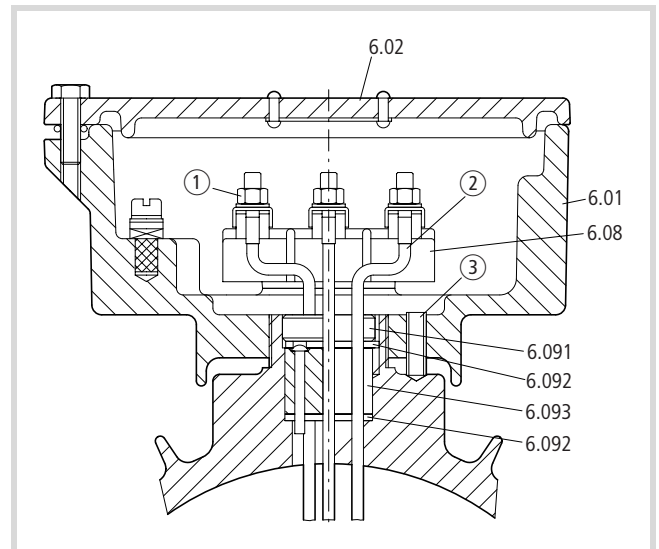
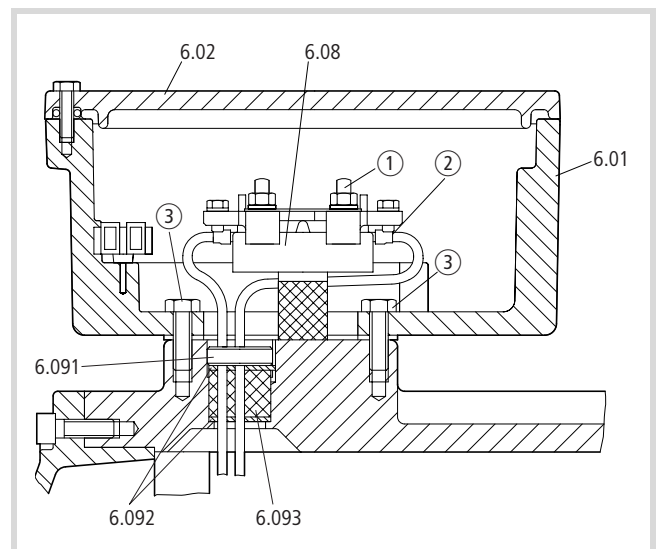

Abbildung 12: Anschlüsse von Klemmenplatte (6.08) lösen
Abbildung 13: Anschlüsse von Klemmenplatte (6.08) lösen
- ▶ Lösen Sie die Anschlüsse ① (→ Abb. 12) von der Klemmenplatte (6.08).
- ▶ Drehen Sie den Gewindestift ③ soweit heraus, bis sich der Klemmenkasten leicht drehen lässt.
- ▶ Lösen Sie die Anschlüsse ① (→ Abb. 13) von der Klemmenplatte (6.08).
- ▶ Lösen Sie die Anschlüsse ① (→ Abb. 12, Seite 11 und Abb. 13, Seite 11) an der Klemmenplatte (6.08).
- ▶ Trennen Sie die Wicklungsleitungen direkt am Kabelschuh ab ②.